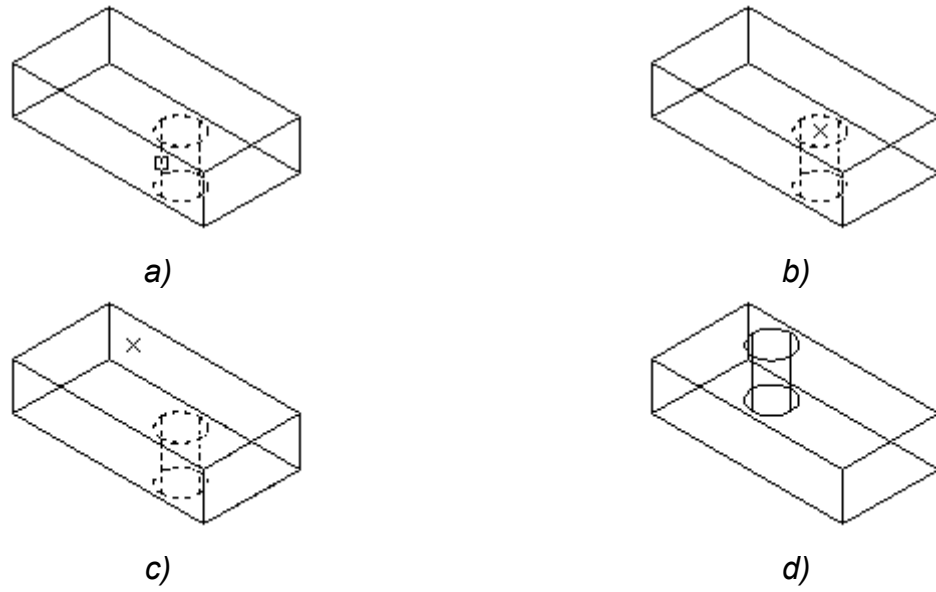

Fig. 44
Una de las características de la edición de sólidos es que permite mover caras de un lugar a otro del sólido sin cambiar su orientación. Esto resulta verdaderamente útil para mover agujeros pasantes dentro del volumen de un sólido, sin tener que reconstruirlo, como se muestra en el ejemplo siguiente (Fig. 44).
2. Seleccionar la cara a mover (Fig. 44 a).
3. Seleccionar el punto de referencia para mover (*base point for the move*) (Fig. 44 b).
4. Seleccionar el segundo punto de desplazamiento (*second point of displacement*) (Fig. 44 c). Para la selección de ambos puntos, se pueden emplear el modo *Snap*, coordenadas absolutas o relativas, u objetos *Snaps*, en aras de lograr una precisión adecuada.